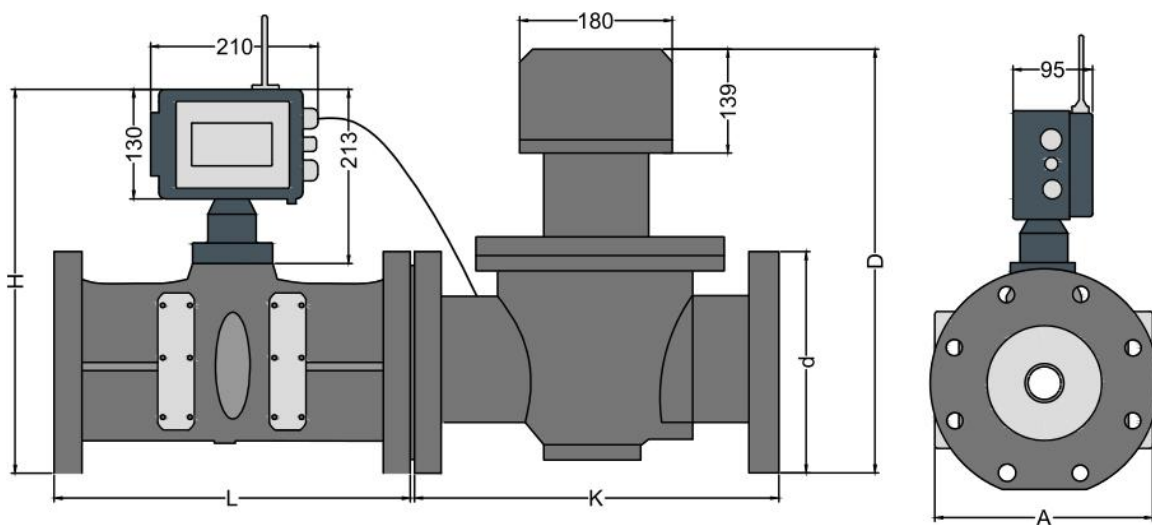

图4 LQUA气体超声流量计（四声道）外形尺寸图
4.1 外形尺寸（见图4、表4）
LQUA型预付费气体超声流量计外形尺寸如图4所示，流量计和控制阀采用法兰连接，法兰尺寸执行GB/T 9112~9113-2010《钢制管法兰标准》。